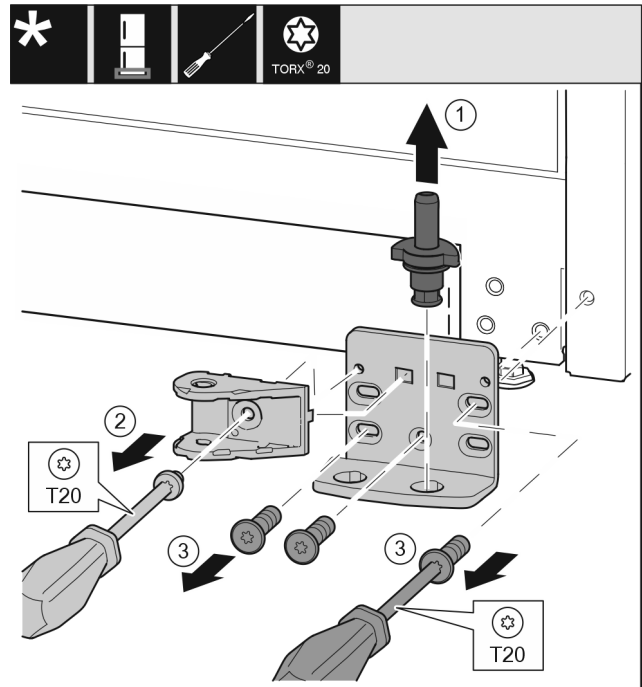

Fig. 37
- Retirer entièrement l'axe de palier Fig. 37 (1) par le haut.
- Desserrer la vis Fig. 37 (2) avec un tournevis et retirer la liaison de l'amortisseur de fermeture.
- Desserrer les vis Fig. 37 (3) avec un tournevis et retirer le support de palier.